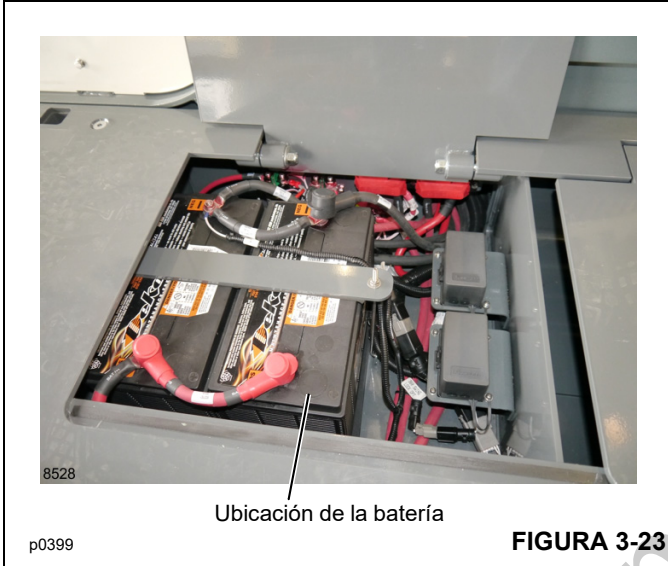

FIGURA 3-23
5. Levante la cubierta de acceso de la batería y ubique la batería (Figura 3-23).